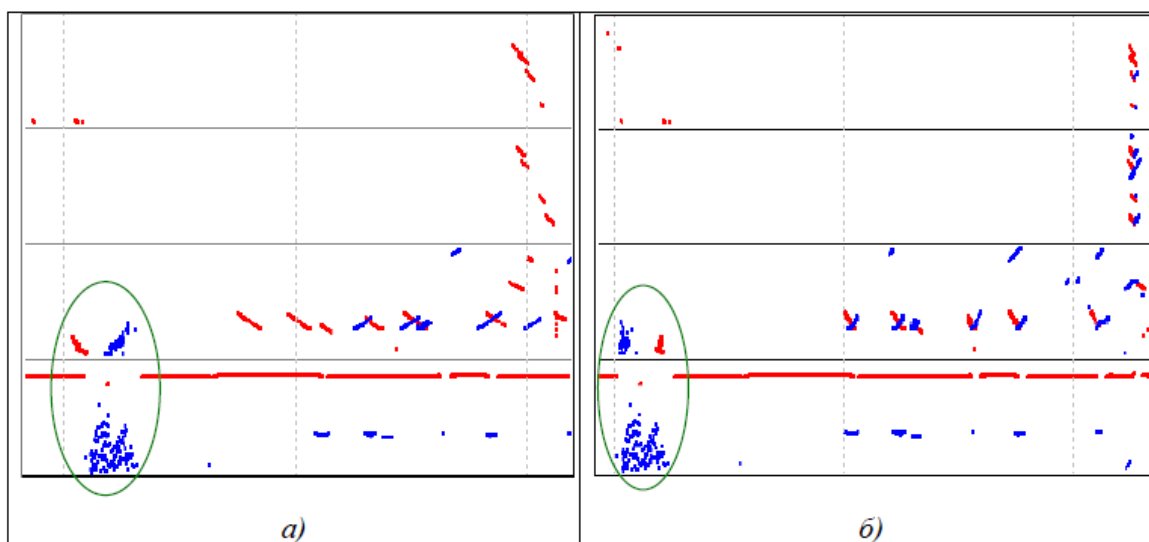

Рисунок 1 - Дефектограмма дефектоскопа АВИКОН-01
Рисунок 1- Конструктивные элементы и дефекты сварного шва, подлежащие измерительному контролю: а, б - размеры (ширина, высота) стыкового одностороннего шва с наружной и внутренней стороны; в - то же двухстороннего сварного шва; г - подрез и неполное заполнение разделки кромок; д - чешуйчатость () шва и западание между валиками шва (); е - размеры поверхностных включений (диаметр d ; длина ; ширина b включения); ж - размеры катета шва углового (таврового, нахлесточного) соединения.
1. На эскизе (см. рис. 1) дайте схему расположения искателя на эталоне 2 для определения угла ввода ультразвукового луча и величину «мертвой» зоны.
На рис. 1 изображены дефектограммы дефектоскопа АВИКОН-01 ($\alpha=45^\circ$). Определите код дефекта рельса и глубину его залегания по этим дефектограммам.